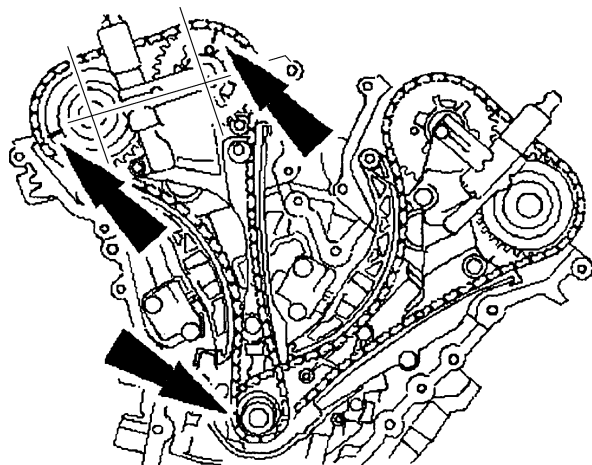

图 11-3 对齐曲轴和右侧凸轮轴链轮上的标记
5) 顺时针转动曲轴, 直至曲轴键槽位于 7 点钟位置, 右侧进气凸轮轴链轮上的正时标记位于 1 点钟位置, 右侧排气凸轮轴上的正时标记位于 8 点钟位置如图 11-3 所示。